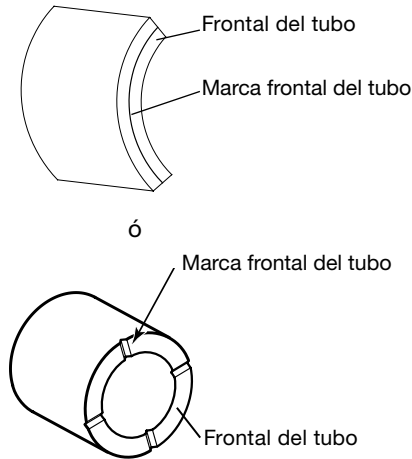

Fig. 5 Muesca frontal en el tubo
11. Compruebe que el extremo del tubo tiene una muesca frontal (ver la Fig. 5). Esta muesca indica si el tubo se ha introducido totalmente en la MHSU. Si no hay una muesca bien visible debe desechar el conjunto predeformado.